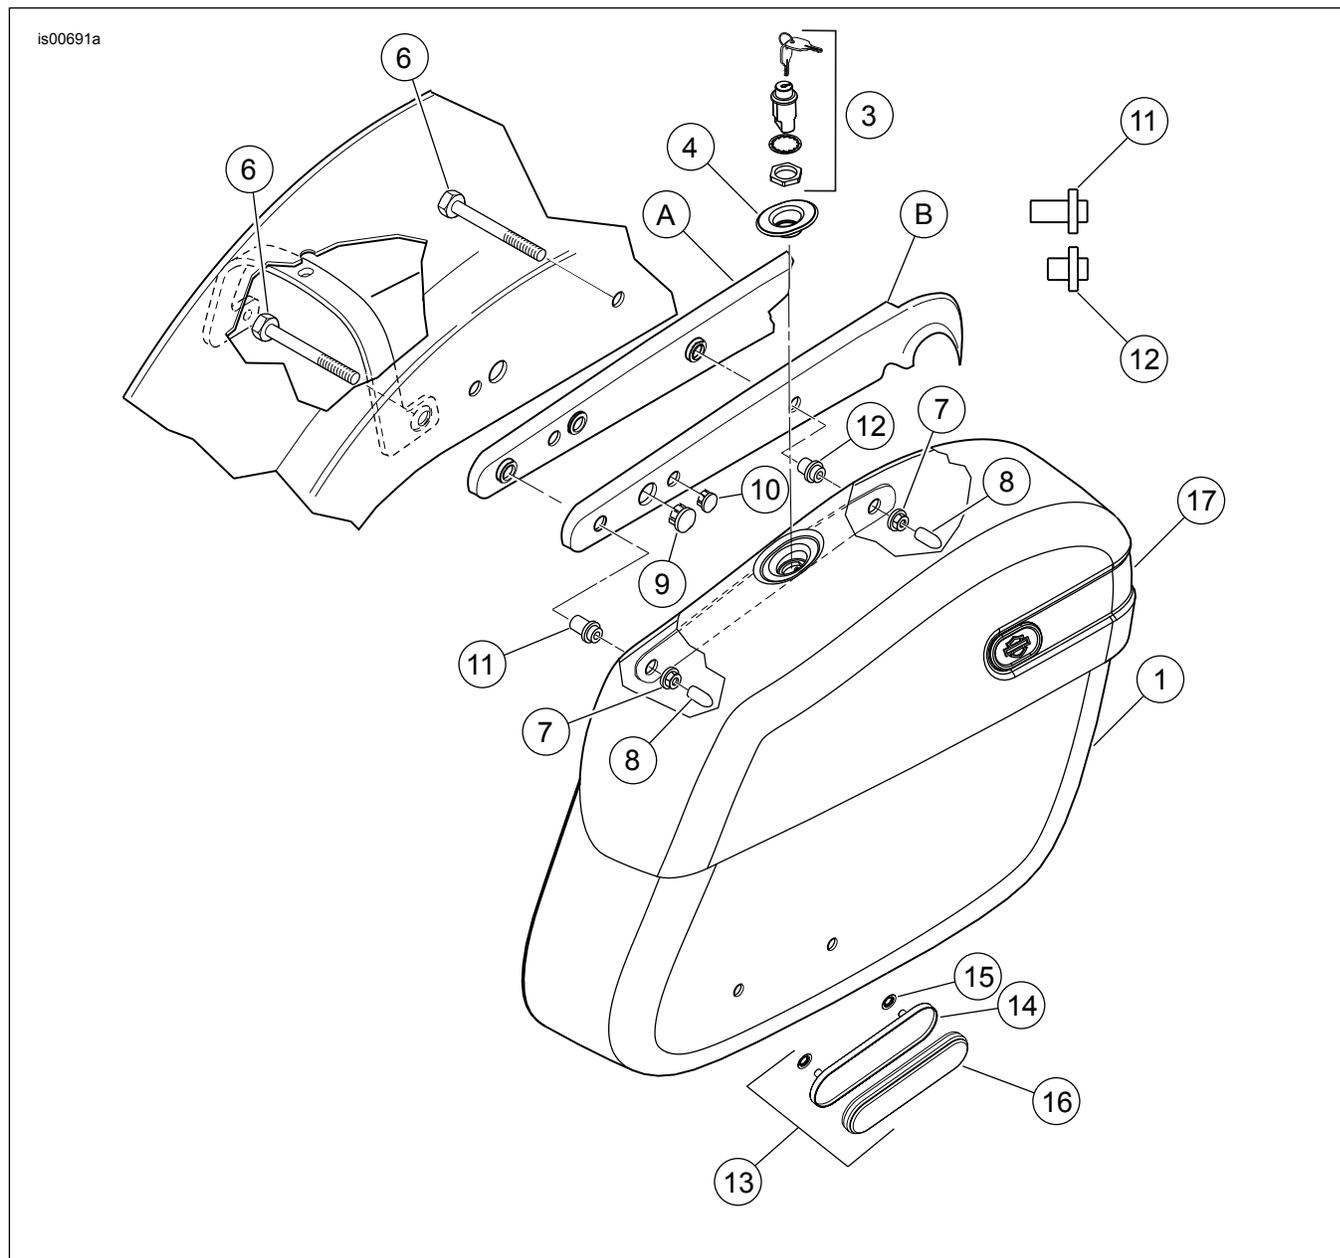

Figura 2. Peças de reposição: kit de alforje de couro rígido Sportster (lado direito para baixo)
Veja a Figura 2 e a Tabela 1.
5. Veja a Figura 2. Através da parte inferior do pára-lama, instale dois parafusos (6) do kit através do pára-lama, no suporte (A) e na tampa (B) do pára-lama, de onde os dois parafusos de cabeça abaulada foram removidos anteriormente no passo 3.
6. Instale a bucha curta (12) no parafuso dianteiro (extremidade curta na direção do alforje) e a bucha comprida (11) no parafuso traseiro (extremidade curta na direção do alforje).
8. Coloque as contraporcas flangeadas (7) nos parafusos na parte interna do alforje. Aperte ambas as contraporcas flangeadas com torque de 33 a 37 N·m (24 a 27 lb·pé).
9. Instale uma tampa de proteção da rosca (8) nas extremidades de cada um dos parafusos.
2. Veja a Figura 2. Posicione o suporte do refletor (14) no alforje.
7. Instale o suporte do refletor (14) no alforje usando duas porcas rápidas (15).
8. Remova a parte traseira do adesivo no refletor (16) e instale-o no suporte (14).